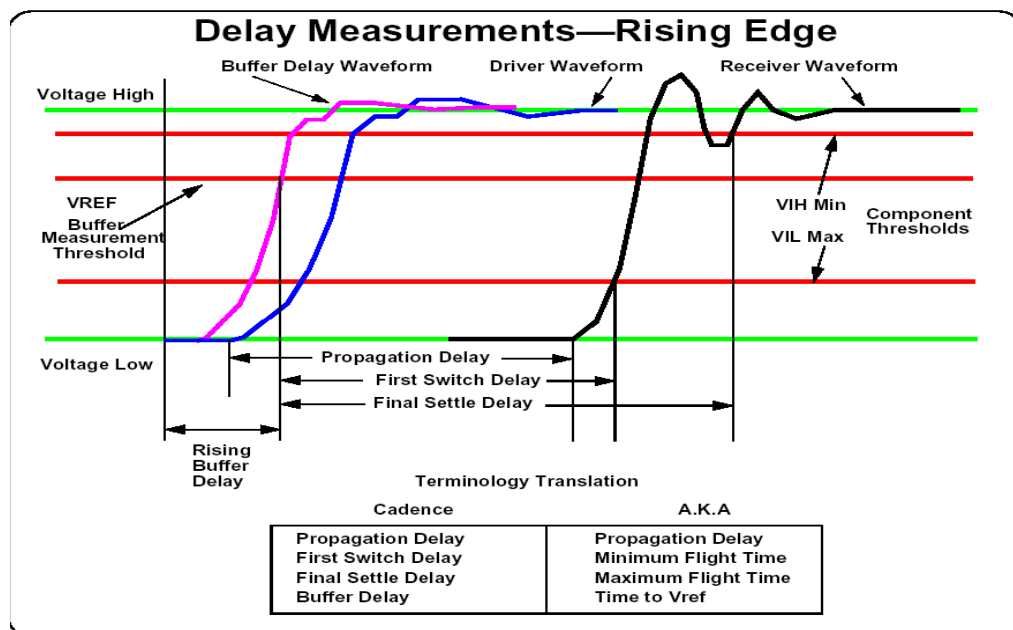

图 3-15 延迟测量参数（上升沿）
- **PropDelay**: 如图 3-15 所示。它是传输线的传输延时值。
- **SettleDelayRise**: 如图 3-15 所示。它是从 **BufferDelay** 上升沿的 **Vmeas** 点开始到接收波形上升曲线最后一次穿过高电平阈值时的延时值。
- **SwitchDelayRise**: 如图 3-15 所示。它是从 **BufferDelay** 上升沿的 **Vmeas** 点开始到接收波形上升曲线第一次穿过低电平阈值时的延时值。